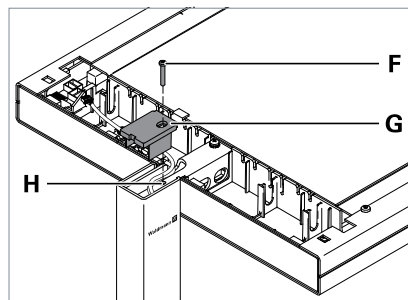

Fig. 3: Fissaggio della testa dell'apparecchio d'illuminazione.
- ▶ Collocare la copertura **G** dall'alto sul braccio portante, vedi Fig. 3.